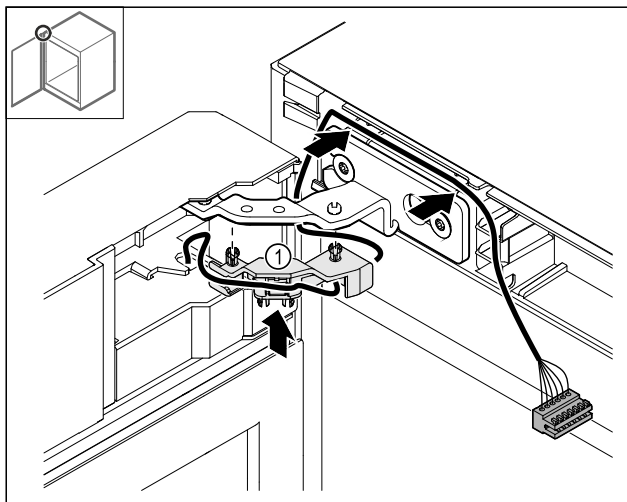

Fig. 48
- ▶ Натиснете държача на кабела Fig. 48 (1) в пантата.